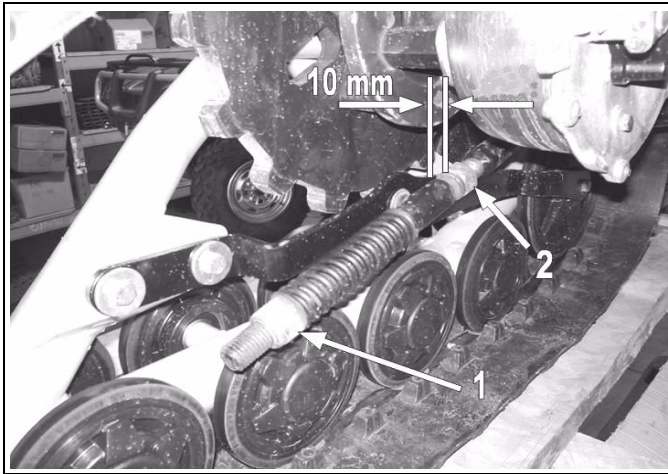

Abbildung 7
- Lösen Sie Überwurfmutter (1), die die Feder der Stabilisierungsstange zusammendrückt (siehe Abbildung 7).
- Stellen Sie Überwurfmutter (2) ein, um einen Abstand von 10 mm, wie dargestellt, zu erzielen.
- Drehen Sie Überwurfmutter (1) bis diese die Feder berührt, dann drücken Sie die Feder zusammen, indem Sie diese Überwurfmutter 1,5 Drehungen drehen.